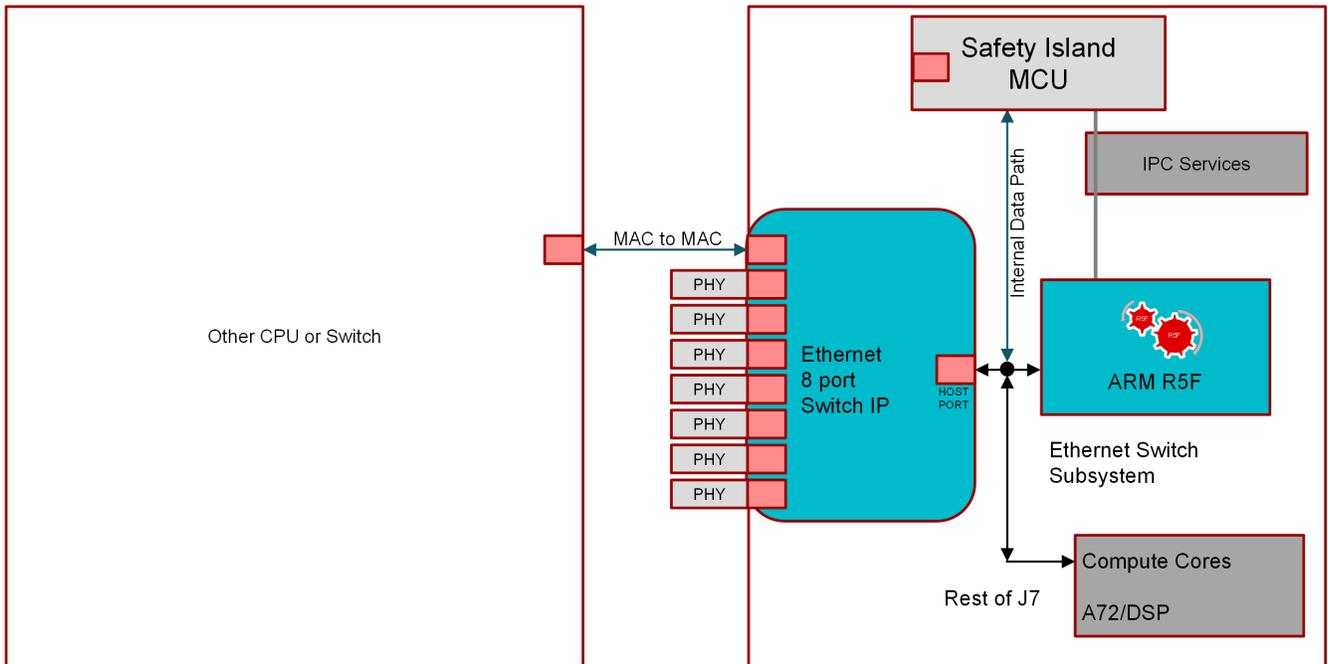

图 2-6. 外部 SoC 连接到 TDA4VM
3. MAC2MAC 可用于连接外部交换机或其他 SoC 上的 MAC。它有两个目的，第一是增加端口数，第二是可用互连 SoC。图 2-6 显示系统方框图。